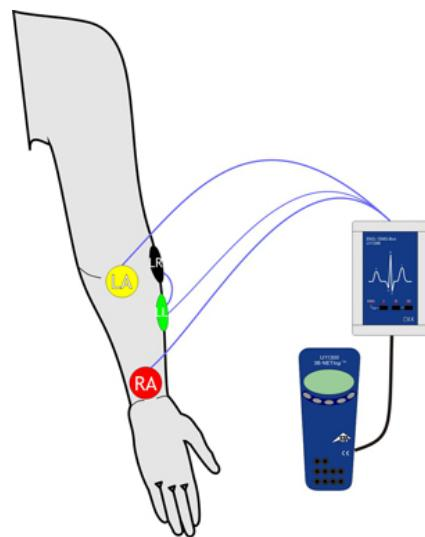

Fig. 3 Aufzeichnung des Elektromyogramms am linken Unterarm einer Versuchsperson
- Für die Messung des EMG (Elektromyogramms) vier Klebeeletroden auf dem Arm der Versuchsperson gemäß Fig. 3 anbringen:
- Vorbereitung des Versuchs gemäß Fig. 3.